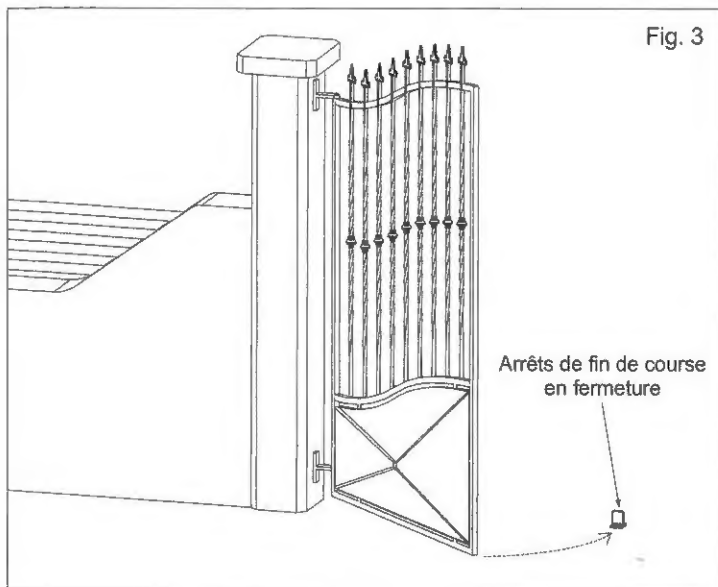

Fig. 3
- E.** En cas de vantail avec longueur supérieur à 1,8 m et 150 kg de poids, il est conseillé de fixer au sol une électro serrure en fermeture (Fig. 3).